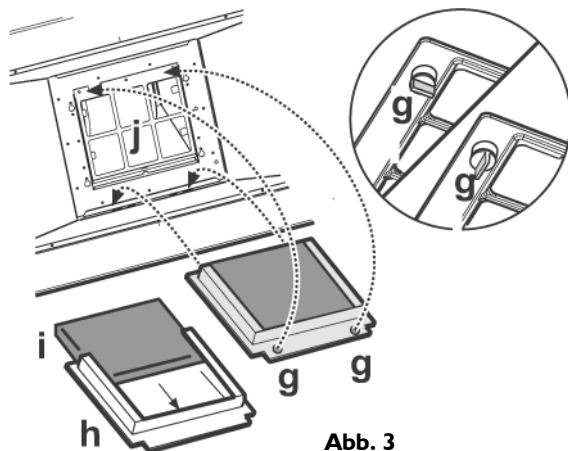

Abb. 3
2. Nehmen Sie die Filterhalterung mit einer 90°-Drehung der Griffteile ab (g - **Abb. 3**).
3. Bauen Sie den Kohlefilter (i - **Abb. 3**) in die Filterhalterung (h - **Abb. 3**) ein.